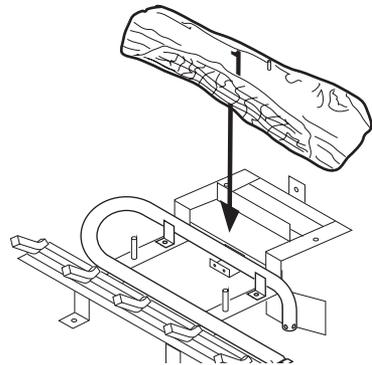

Figure 29 - Installation de la bûche n° 1
1. Mettez la bûche n° 1 (bûche arrière) au sommet du berceau à bûches comme le montre la figure 29. La bûche n° 1 sera placée devant la paroi métallique sur le berceau à bûches (voir figure 29). Assurez-vous que les encoches, dans la partie inférieure de la bûche, s'insèrent bien au-dessus du berceau à bûches.